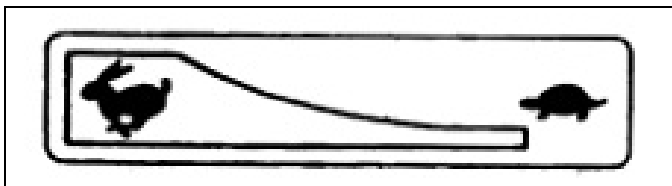

Figure 5-6. Position du papillon
3. Placez le levier de commande du papillon (C) à la position « rapide » (lapin) (Figure 5-6).
1. Placez le levier de commande du papillon à la position « lent » (tortue) (Figure 5-6) (s'il y a lieu).
3. Tournez le robinet de carburant à la position « OFF » (« ARRÊT ») (0) (s'il y a lieu).